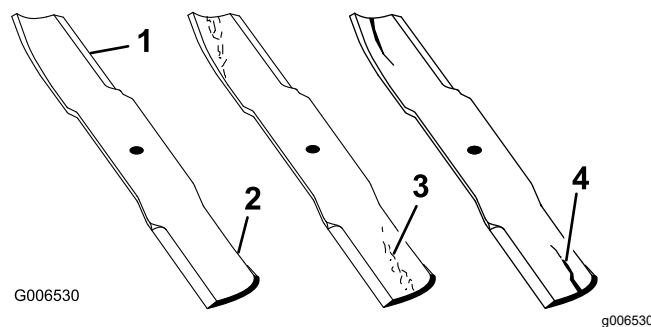

Figure 57
1. Examinez le tranchant des lames (Figure 57).
4. Remplacez immédiatement toute lame fendue, usée ou qui présente une entaille (Figure 57).